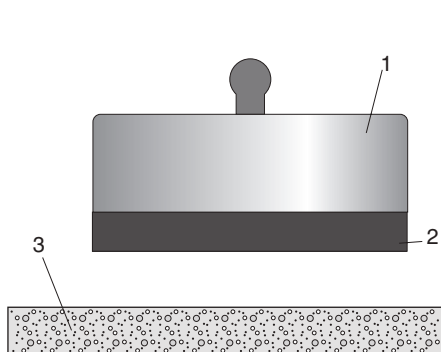
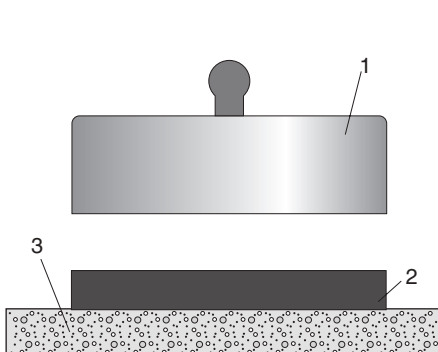

Рис.1 Отрыв по контактному слою (адгезия)
Рис.2 Отрыв по эпоксидному клею
3.2. Через 24 часа, используя прибор DINA Z15, к металлическому диску прилагают нагрузку до момента отрыва. При этом возможны 4 варианта отрыва (рис. 1–4). При отрыве «по эпоксидному клею» испытания не засчитываются (рис. 2).